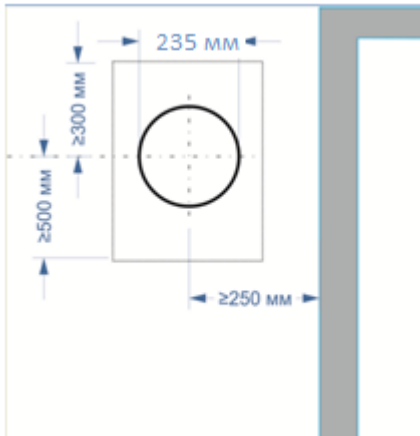

Рис. 3
- Центр отверстия должен находиться на расстоянии не менее 250 мм от края окна (рис. 3)